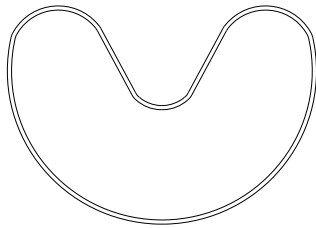

Bild 14: Montage von Nutring und Abstreifer
- Setzen Sie neue Nutringe (Bauteil 1.4) und Abstreifer (Bauteil 1.3) in das Gehäuse (Bauteil 1.1) ein. Hierzu können die Bauteile herzförmig geformt werden (siehe Bild 14).